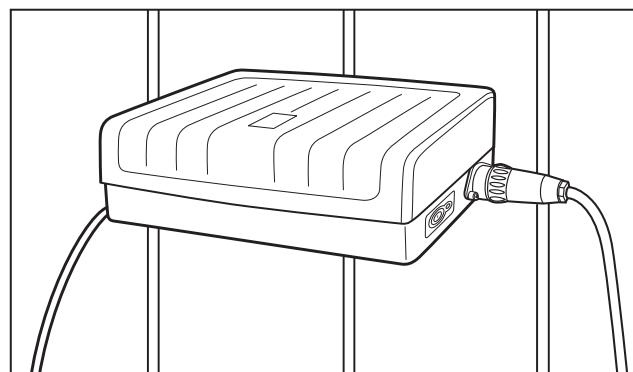

Figura 2. Colocación de la unidad de control en la pared
2. Con una mecha de 1/8", taladre tres (3) agujeros. Atornille los tres (3) tornillos de 1/4", provistos con la unidad, en los agujeros y coloque la unidad de control sobre los tornillos. Consulte la Figura 2.